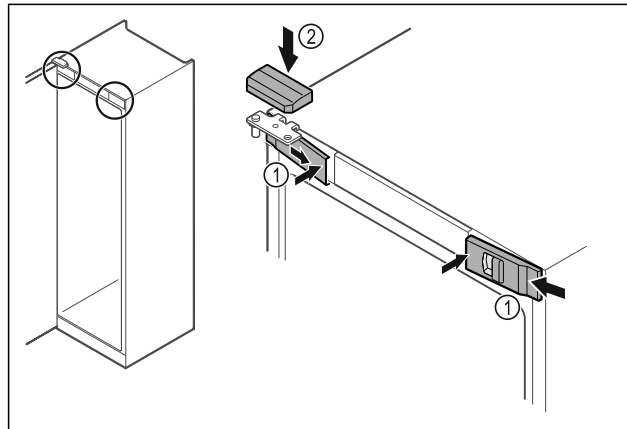

Fig. 55
- Voorste afdekkingen Fig. 55 (1) zijdelings aanbrengen en van binnen vastklikken.
- Bovenste afdekking Fig. 55 (2) van boven vastklikken.